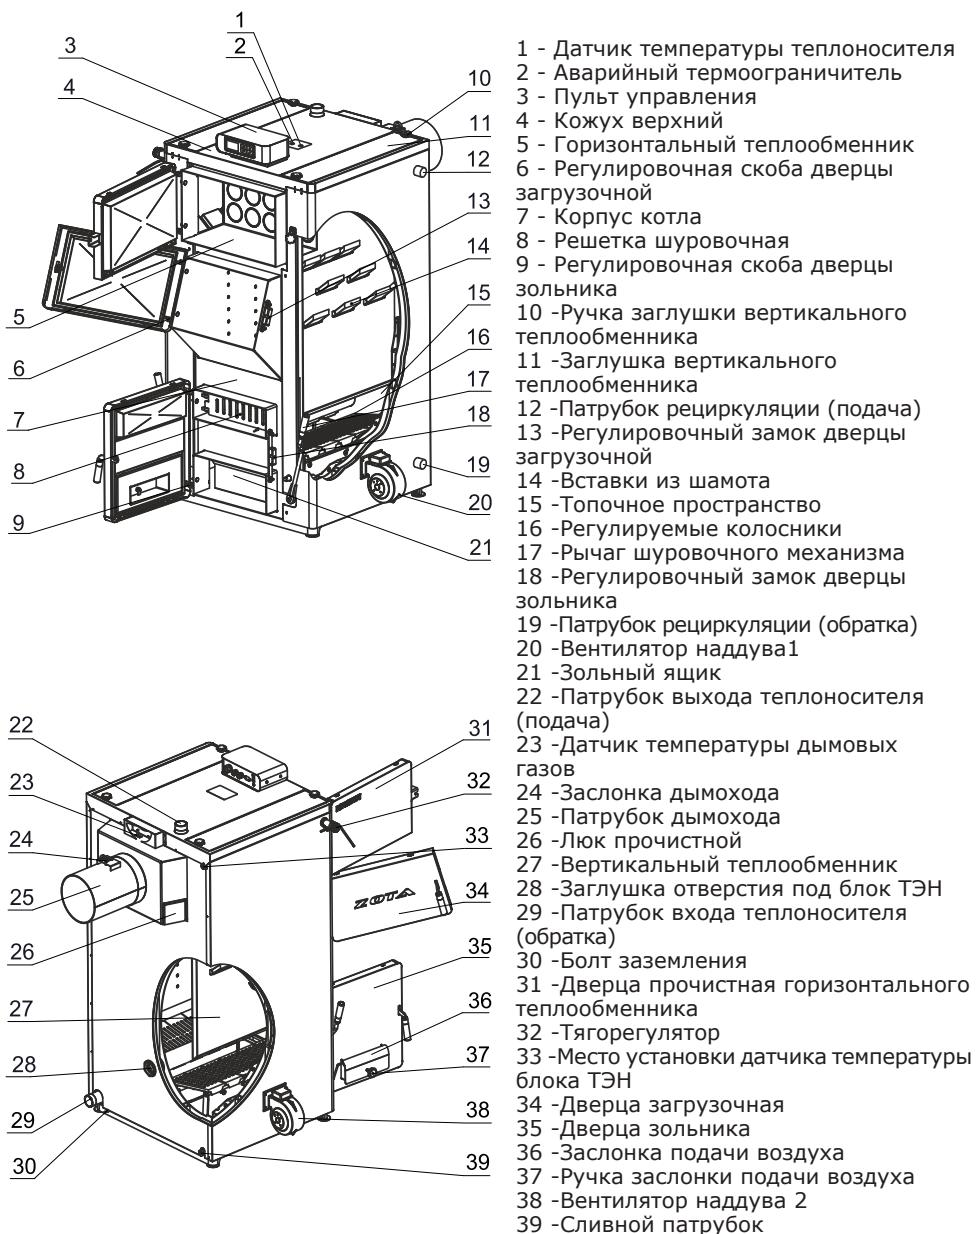

Рис.1 Конструкция отопительного котла
4.4.5. **Внимание!** В случае необходимости открытия дверцы загрузочной во время работы котла, необходимо: Закрыть заслонку подачи воздуха (поз.36 Рис.1) ручкой заслонки (поз.37 Рис.1) и аккуратно приоткрыть дверцу загрузочную на 5-10 мм на 10-15 секунд для предотвращения хлопка пиролизных газов.
4.5.10. Эксплуатация котла без зольного ящика (поз.21 Рис.1).
5.2 . Котел (Рис.1) состоит из корпуса (поз.7), топочного пространства (поз.15), системы газоходов (поз.5, 27). Корпус котла выполнен из листовой стали сварной конструкции с водяной рубашкой и системой газоходов, переходящих в дымоход (поз.25) с заслонкой (поз.24).
5.5. На задней части котла имеется патрубок входа теплоносителя (поз.29) патрубок слива теплоносителя из котла (поз.39) G1/2". Для монтажа системы рециркуляции на боковой стенке котла предусмотрены патрубки G1" (поз.12; 19) Рис.1. На коллекторе дымохода имеются люки прочистные (поз.26) для чистки коллектора.
- Открыть загрузочную дверцу (поз.34, Рис.1), вынуть дымовой патрубок, коробку, совок, кочергу, ерш для чистки теплообменника и паспорт из топки котла;
- Снять заглушку теплообменника (поз.11, Рис.1), предварительно открутив ручки (поз.10, Рис.1), и уложить внутрь на уголки шамотные вставки как показано на Рисунке 6;